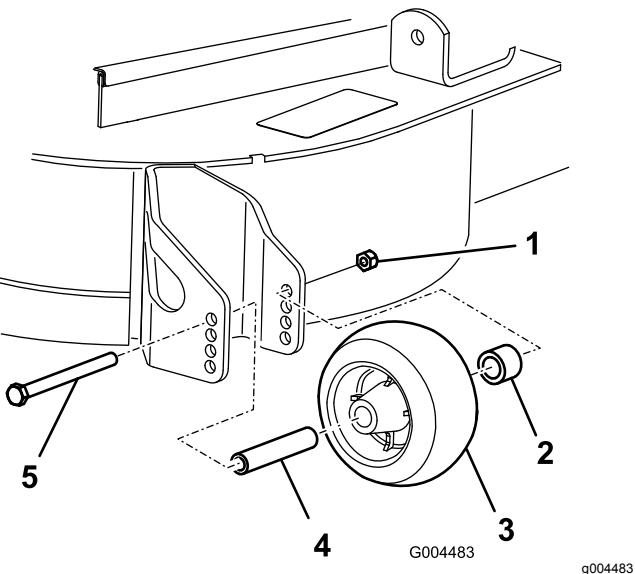

図 45
- 刈高を変更後、ローラのフランジナット、ブッシュ、スペーサ、ボルトを外して **図 45**、ローラの高さ調整を行う。
5. フランジナット、ブッシュ、スペーサ、ボルトを取り付ける図 45。